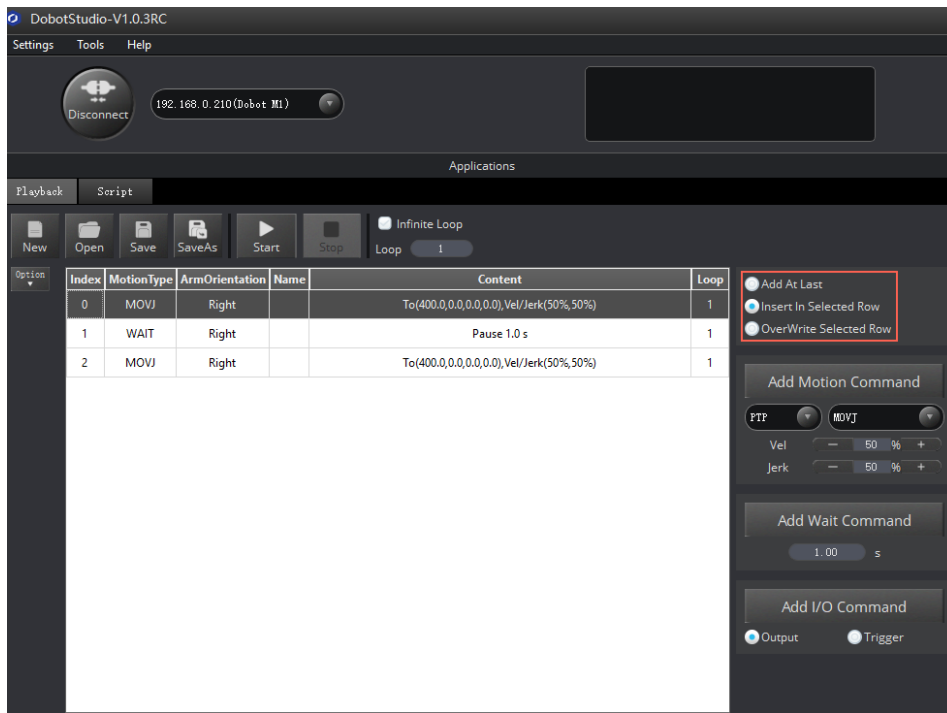

图 6.10 覆盖当前存点示意图
- 存点前，可在“Playback”界面右侧对新增存点的位置进行选择，如图 6.10所示。